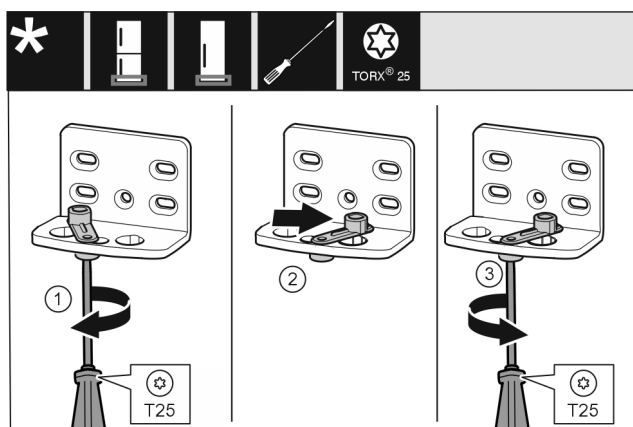

Fig. 11
- Keerake kruvi kruvikeerajaga T25 lahti. Fig. 11 (1)
- Tõstke ukse sulgemisabi üles ja pöörake 90° võrra paremale avasse. Fig. 11 (2)
- Keerake kruvi kruvikeerajaga T25 kinni. Fig. 11 (3)